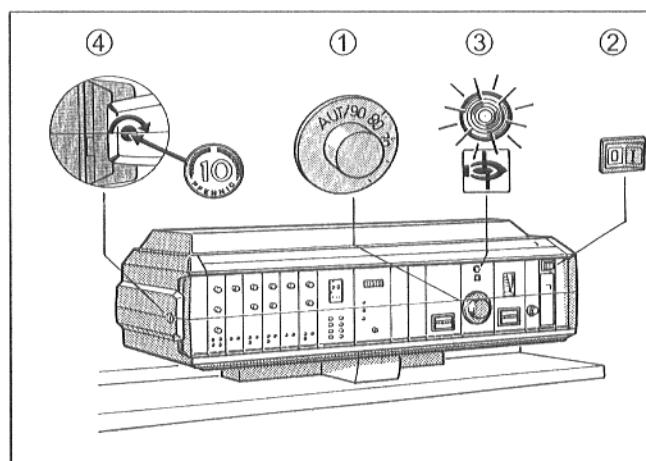

Рис. 2 – HS 3320
- Шлиц винта ④ прозрачной крышки устройства регулирования установить в горизонтальное положение (например, с помощью монеты - Рис. 2).
- Снять прозрачную крышку, подав ее по направлению вперед (Рис. 2).
- Задействовать переключатель "Работа" ② установив его в положение I (ВКЛ).
- Настроить регулятор температуры воды подающей линии котла ① на желаемое значение температуры. В случае устройства регулирования "Ecomatic" настройка регулятора температуры подающей линии котла осуществляется изготовителем.
- Установить обратно прозрачную крышку (Рис. 2).
- Шлиц винта ④ справа и слева на прозрачной крышке устройства регулирования перевести в горизонтальное положение (для этого использовать, например, монету - Рис. 2).
- Снять прозрачную крышку (Рис. 2).
- Установить переключатель "Работа" ② в положение 0 (ВЫКЛ).